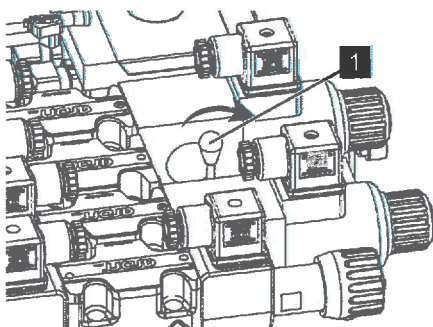

Abb. 84: Stütz- und Bühnen-funktion einstellen
6. Ventil „Stütze und Bühne“ mit Hilfe des Hebels (Abb. 84/1) nach rechts auf die Stütz- und Bühnen-funktion drehen (Abb. 84/1).